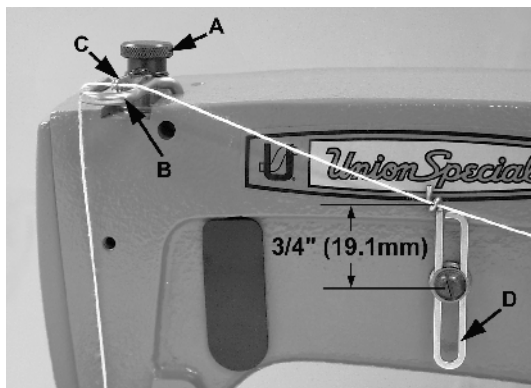

Fig 15
Gire el volante en sentido de operación hasta que la barra de la aguja se encuentre en su posición inferior. Ajuste el guía hilo (B, Fig. 15) de tal manera que la superficie que tiene contacto con el hilo se encuentre nivelada con el centro del guía hilo que está fijado en la barra de la aguja. Disminuya este ajuste para lograr un lazo del hilo del looper más pequeño y aumentelo para un lazo más grande. Ajuste el guía hilo (D) en la parte frontal de la máquina de tal manera que se encuentre aproximadamente 3/4 de pulgada (19,1 mm) por encima del centro del tornillo que lo fija (Fig. 15).